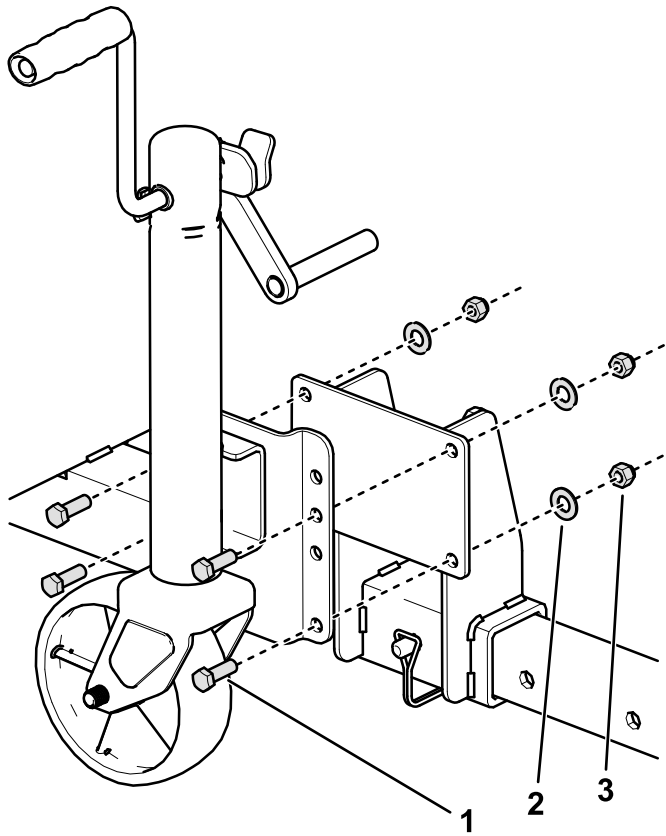

図2
11. 図2に示すように、トレーラーフレームチューブのブラケットにジャッキを取り付ける。